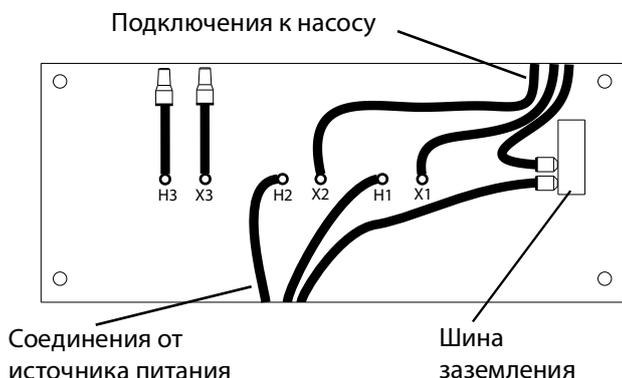

Рис. 9: Подключение проводки трансформатора
- Руководствуясь **Рис. 9** на стр. 12, подключите провода шнура питания к проводам с обозначениями H1 и H2, расположенным в трансформаторе.
- Подключите провод заземления шнура питания к шине заземления в трансформаторе, как показано на **Рис. 9** на стр. 12.
ПРИМЕЧАНИЕ. Остальные провода на **Рис. 9** (H3, X3) подключаются на заводе, и они не нужны для подключения трансформатора к насосу.